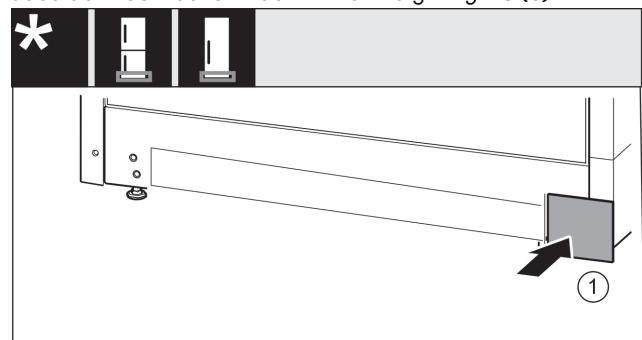

Fig. 19
- ▶ Abdeckung auf der anderen Seite wieder aufsetzen. Fig. 19 (1)